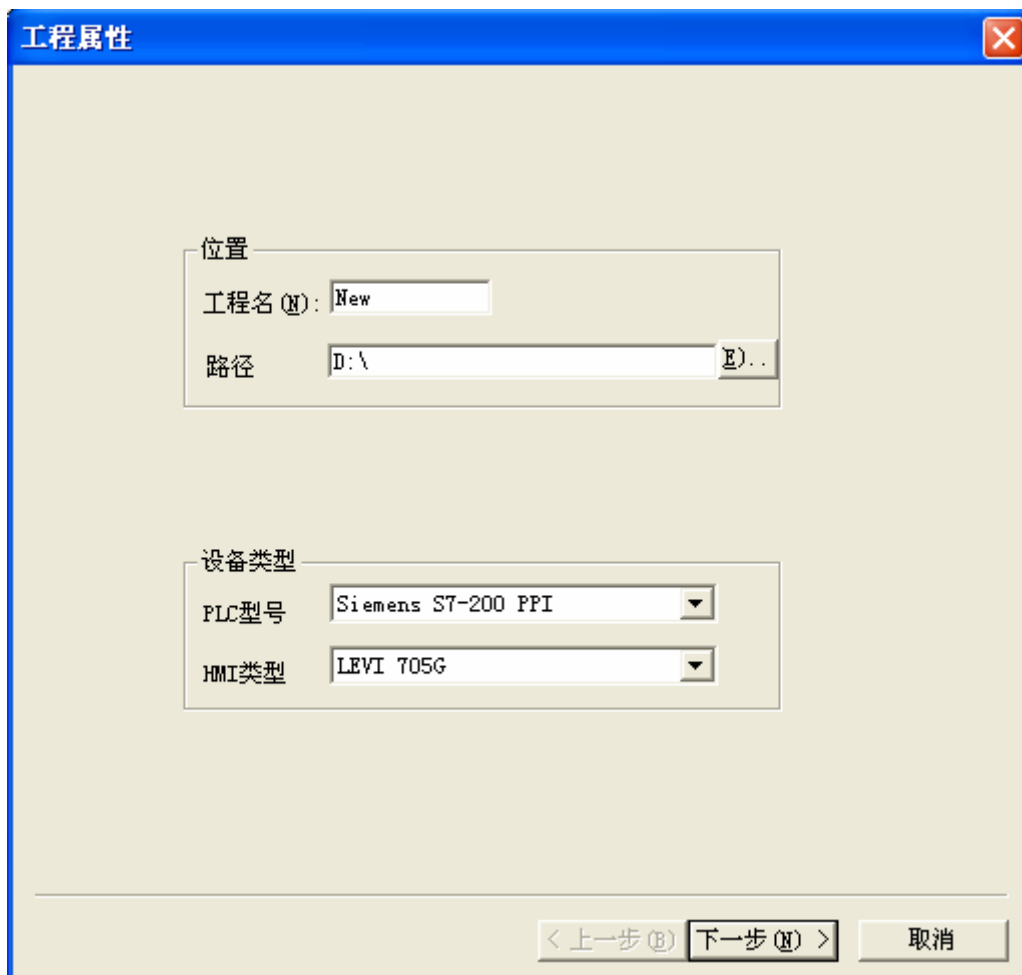

图 5-1 新建工程窗口
④ 在工程管理器中选择菜单“文件/新建工程”，或者点击工具栏的  “新建工程”按钮，出现“新建工程”对话框，如图 5-1。